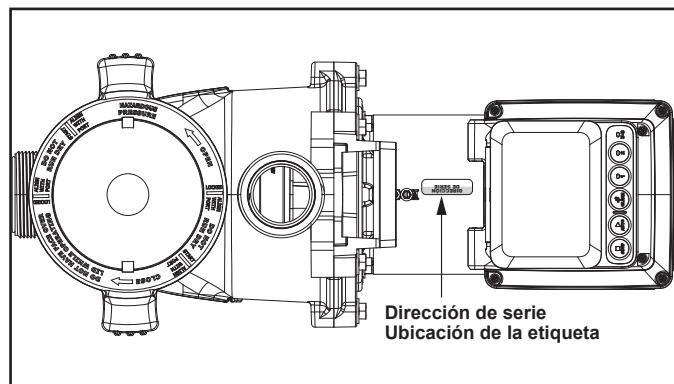

Figura 10. Ubicación de la etiqueta de la dirección de serie
Los sistemas AquaLink RS que utilizan la Rev W y posteriores, fabricados durante la segunda mitad del año 2022, admiten hasta diecisésis (16) bombas de velocidad variable que utilizan una DIRECCIÓN DE SERIE preasignada. Los interruptores DIP 3 y 4 no se utilizan. A las bombas de este manual se les asigna una DIRECCIÓN DE SERIE única en fábrica. La etiqueta de DIRECCIÓN DE SERIE puede encontrarse en el motor de la bomba (consulte la Figura 10).